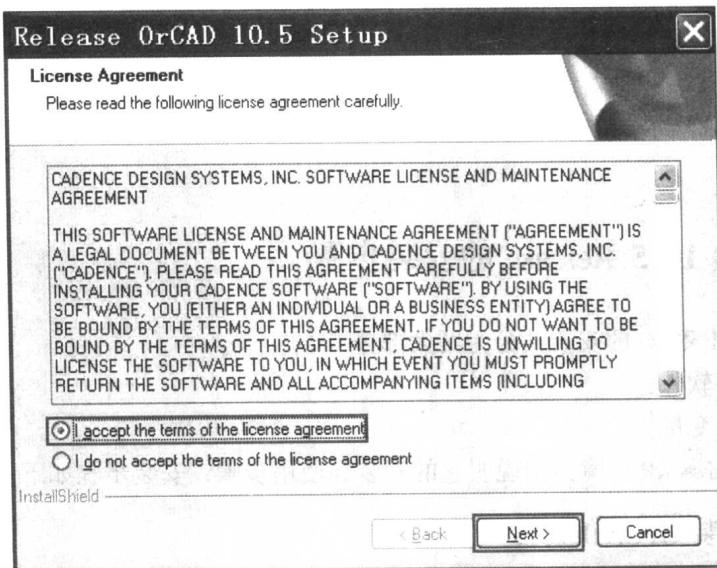

图 1-2 许可证书认证界面
2) 出现许可证认证界面, 单击【I accept the terms of the license agreement】选项, 并单击【Next】按钮, 进入正式安装, 如图 1-2 所示。